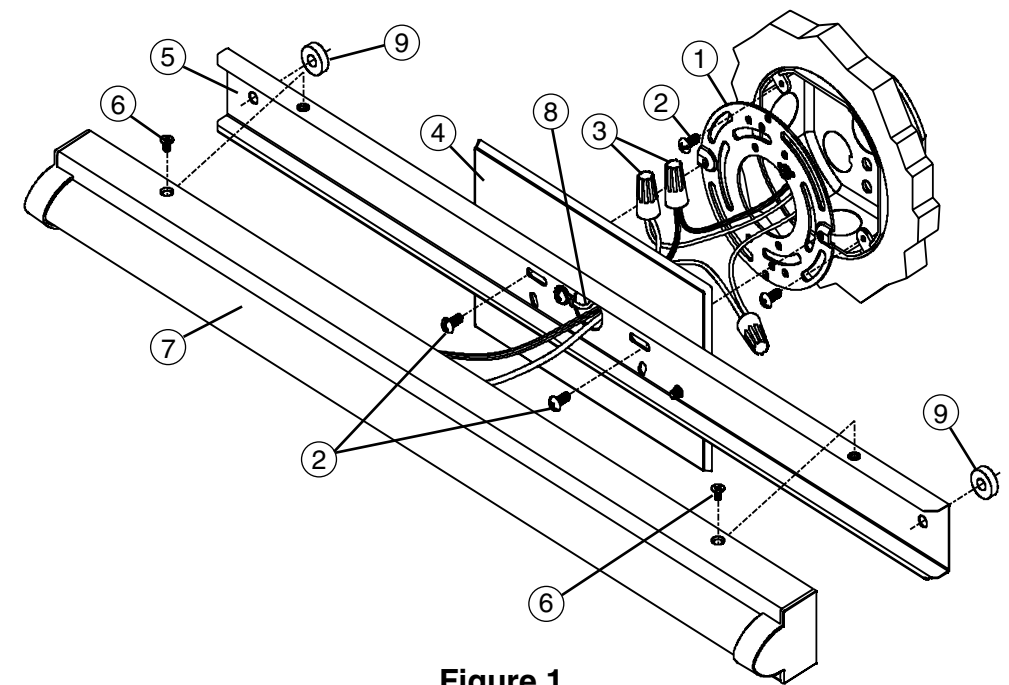
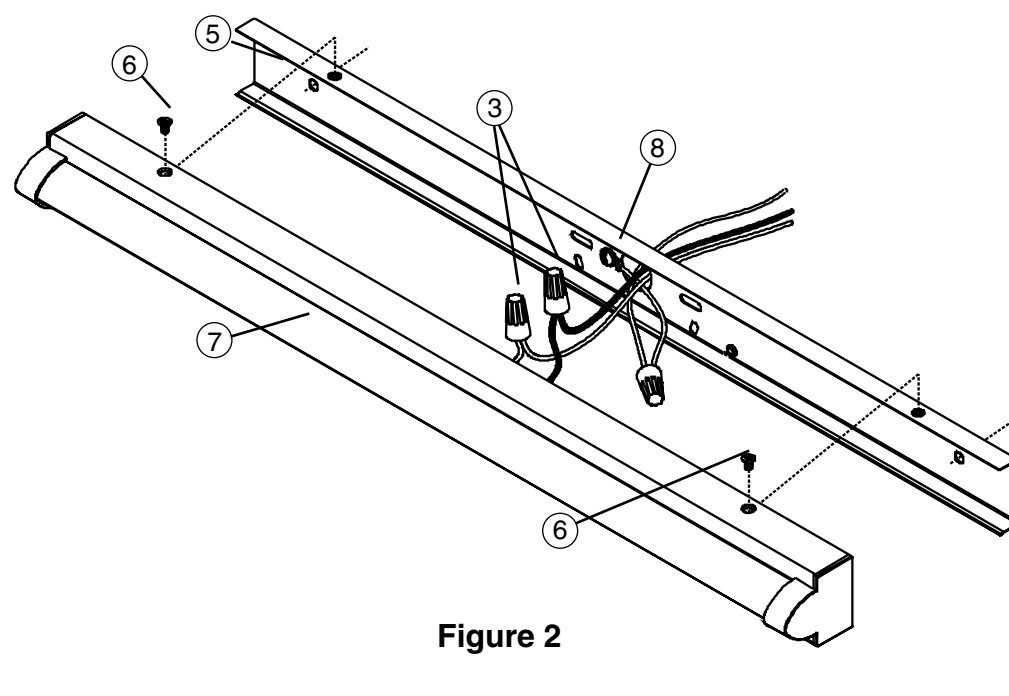
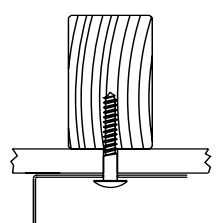
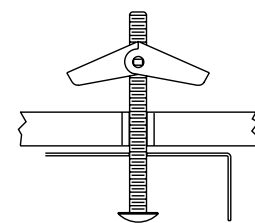

Figure 1
Figure 2
Figure 3
Figure 4
- 4a. Attacher la plaque de montage (1) au boîtier de raccordement en utilisant les vis de 1/2 po (2) pour que deux trous filetés s'alignent avec les trous de la plaque arrière (5) pour une installation verticale ou horizontale. Voir la figure 1.
- 5a. Pour soutenir les luminaires plus grands, tenir la plaque arrière (5) contre la surface de montage à l'emplacement désiré et marquer l'emplacement des trous de montage extérieurs de 1/4 po de Ø. Perceur un orifice pilote de 1/8 po de Ø à chaque emplacement.
- 6a. Si la perceuse atteint un clou ou une solive de plafond, utiliser des vis à bois (non incluses) et des supports d'espacement (9) pour sécuriser l'assemblage de plaque arrière (5) après avoir terminé les raccordements centraux. Voir la figure 3.
Si la perceuse n'atteint pas de clou ou de solive de plafond, agrandir les trous de manière à pouvoir y insérer un boulon (non inclus). Installer le boulon dans la plaque arrière (5), un support d'espacement puis les vis avant d'effectuer les raccordements centraux. Voir la figure 4.
- 7a. Faire passer les fils du luminaire et de mise à la terre à travers le pavillon (4) et positionner le boîtier (7) et la plaque arrière (5) près de la boîte de raccordement.
- 8a. Utiliser les capuchons de connexion (3) pour connecter le fil de mise à la terre vert (9) au fil de de mise à la terre cuivre nu, puis relier le câble du luminaire noir au câble d'alimentation noir et le câble du luminaire blanc au câble d'alimentation blanc. Repousser soigneusement en place les fil connectés dans le boîtier de raccordement. Voir la figure 2.
- 9a. Séparer le boîtier (7) et maintenir la plaque arrière (5) contre la surface de montage. Si des vis à bois et des supports d'espacement (9) ou des écrous préinstallés, des supports d'espacement (9) et des vis sont utilisés, les insérer dans les avant-trous.
- 10a. Installer deux vis de 1/2 po de longueur (2) dans les fentes de la plaque arrière (5) puis dans les trous filetés de la plaque de montage (1). Maintenir le luminaire à niveau, serrer ces vis et les écrous jusqu'à ce que le luminaire soit fixé. Voir la figure 1.
- 4b. Si les règlements locaux le permettent et s'il n'y a pas de boîtier de raccordement, le luminaire peut être installé sans pavillon (4) en retirant les vis retenant le pavillon (4) à la plaque arrière et en laissant le pavillon (4) de côté.
- 5b. Couper l'alimentation au niveau du disjoncteur. Positionner la plaque arrière (5) contre la surface de montage, puis passer le câble d'alimentation par le centre. Marquer l'emplacement des trous extérieurs de 1/4 po de Ø de la plaque de montage, puis percer un orifice pilote de 1/8 po de Ø à chaque emplacement.
- 6b. Si la perceuse atteint un clou ou une solive de plafond, utiliser des vis à bois (non incluses) pour fixer la plaque arrière (5) après avoir terminé les raccordements. Voir la figure 3.
Si la perceuse n'atteint pas de clou ou de solive de plafond, agrandir les trous de manière à pouvoir y insérer un boulon (non inclus). Installer le boulon à travers la plaque arrière, puis insérer la vis avant de terminer les raccordements. Jeter les supports d'espacement (9); voir la figure 4
- 7b. Installer un serre-câble approprié (non inclus) dans le trou du centre de 7/8 po de Ø de la plaque arrière (5). Prévoir un espace suffisant dans la surface de montage pour encastrer le serre-câble.
- 9b. Insérer les vis à bois ou les boulons préinstallés dans les trous de montage déjà percés. Maintenir le luminaire à niveau, serrer les vis ou les boulons jusqu'à ce que le luminaire soit bien fixé. Voir la figure 1.
- 10b. Utiliser les capuchons de connexion (3) afin de connecter le fil de mise à la terre vert (8) avec le fil de mise à la terre cuivre, puis connecter le câble du luminaire noir au câble d'alimentation noir et le câble du luminaire blanc au câble d'alimentation blanc. Voir la figure 2.
11. Sans pincer les câbles, positionner le boîtier d'assemblage (7) par-dessus la plaque arrière (5) en l'alignant avec les trous de montage. Insérer les vis à tête plate (6) et serrer.
- 4a. Attach Mounting Plate (1) to junction box using 1/2" long screws (2) so that two threaded holes align with slots in the Backplate (5) for horizontal or vertical installation. See Fig. 1.
- 5a. To support longer length fixtures, hold the Backplate (5) against the mounting surface in the desired location and mark the location of the Ø1/4" outer mounting holes. Drill 1/8" Ø pilot hole at each location.
- 6a. If drill encounters a stud or joist, use wood screw(s) (not supplied) and Spacers (9) to secure the Backplate Assembly (5) after completing wire connections. See Fig. 3.
If drill does not encounter a stud or joist, enlarge the holes to accommodate toggle nuts & bolts (not supplied). Install the bolt(s) through the Backplate (5), a Spacer (9) then the toggle nut before making wire connections. See Fig. 4.
- 7a. Feed the fixture and ground wires through the Canopy (4) and position the Housing (7) and Backplate Assemblies (5) near the junction box.
- 8a. Use Wirenuts (3) to connect the Green Ground Wire (9) to the bare copper ground wire, then connect the black fixture wire to the black power supply wire and the white fixture wire to the white power supply wire. Carefully push the wires back into the Junction Box. See Fig. 2.
- 9a. Separate the Housing (7) and hold the Backplate Assembly (5) against the mounting surface. If using wood screw(s) and Spacers (9) or the pre-installed toggle bolt(s), Spacers (9) and nut(s), insert them into the pre-drilled mounting holes.
- 10a. Install two 1/2" long screws (2) through slots in the Backplate (5) into the threaded holes in the Mounting Plate (1). Hold the fixture level, tighten these screws and the toggle bolts until the fixture is secure. See Fig. 1.
- 4b. If codes permit and there is no junction box, the fixture can be installed without the Canopy (4) by removing the screws holding the Canopy (4) to the Backplate (5) and setting the Canopy (4) aside.
- 5b. Turn the power off at the circuit breaker box. Position the Backplate (5) against the mounting surface, centered over the supply wire entry location. Mark the location of the 1/4" Ø outer mounting holes then drill 1/8" Ø pilot holes at each location.
- 6b. If drill encounters a stud or joist, use wood screw(s) (not supplied) to secure the Backplate (5) after completing wire connections. See Fig. 3.
If drill does not encounter a stud or joist, enlarge the holes to accommodate toggle nut(s) & bolt(s) (not supplied). Install the bolt(s) through the Backplate, then the toggle nut(s) before completing wire connections. Discard Spacers (10) See Fig. 4.
- 7b. Install an appropriate supply wire strain-relief (not supplied) in the 7/8" Ø center hole of the Backplate (5). Provide sufficient clearance in the mounting surface to recess the strain relief.
- 9b. Insert wood screws or the pre-installed toggle nuts and bolts into the previously drilled mounting holes. Hold the fixture level, tighten the screws or toggle bolts until the fixture is secure. See Fig. 1.